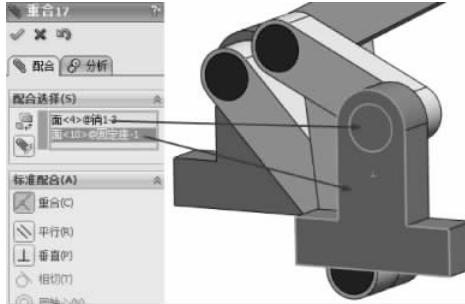

图 3-198 重合配合
(30) 继续配合约束,选择【标准配合】选项组下的【重合】配合类型  ,在【要配合的实体】选择框  中选择如图 3-198 所示的面,其他保持默认,单击【确定】按钮  ,完成重合配合。